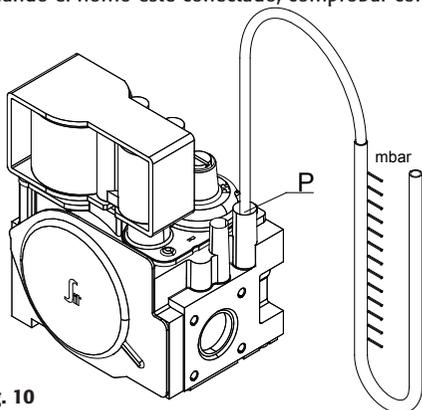

fig. 10
- Desenroscar el tornillo "P" (fig. 10) encima de la toma de presión en la válvula.